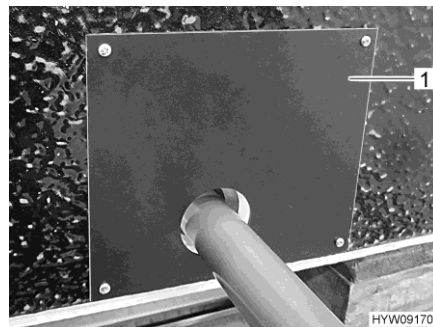

Bild 157 Abdeckung (Abwassertank-Wanne)
- Abdeckung (Bild 157,1) an der Abwassertank-Wanne abnehmen.
- Abdeckung (Bild 157,1) anbringen.